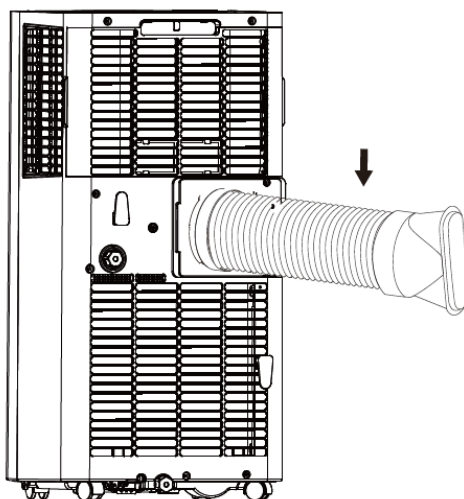

Fig.1
- Schroef de uitlaatluchtslang (met adapter) op de uitlaatluchtuitlaat aan de achterkant van het apparaat (tegen de klok in, afb. 1).